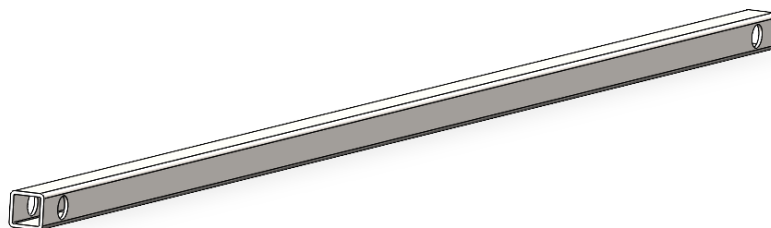

Рис. 9
**в)** После установки опорных кронштейнов погрузчика и задних «пяток» необходимо скрепить их стабилизирующими балками (Рис.9). Стабилизирующие